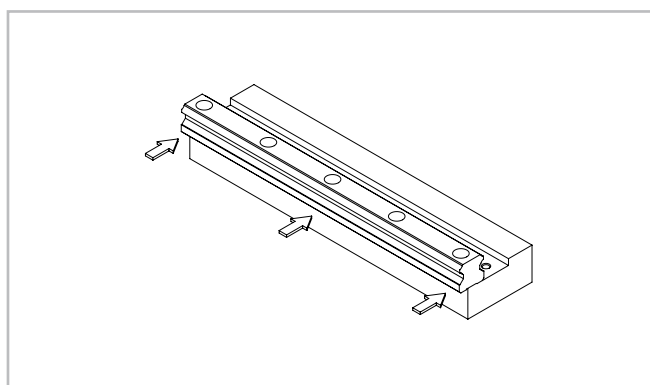

Fig. 40
(2) Posizionare con cura la guida sulla superficie di appoggio (vedere fig. 40) ed iniziare ad avvitare le viti di fissaggio fino a quando la guida tocchi la suddetta superficie.